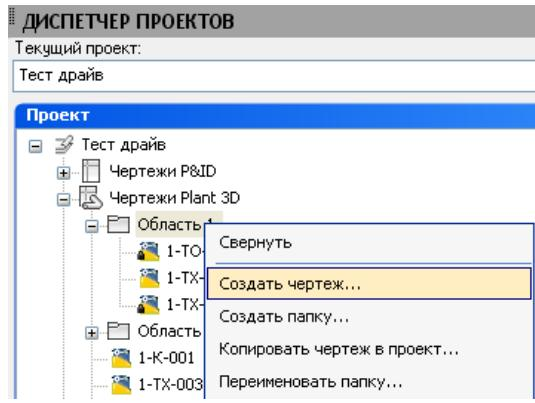

Рис. 72
- Создайте файл **1-TX-004** в папке **Область 1**. Для этого щелкните правой кнопкой мыши на папке **Область 1** в **Диспетчере данных** и выберите в контекстном меню команду **Создать чертеж** (Рис. 72).